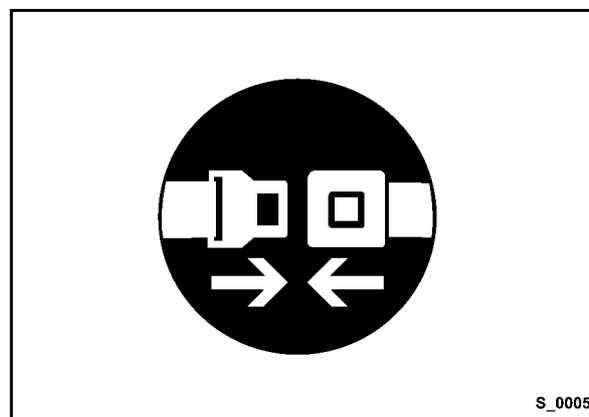

Рис. 47
- Пристегнуть ремень безопасности (Рис. 47).